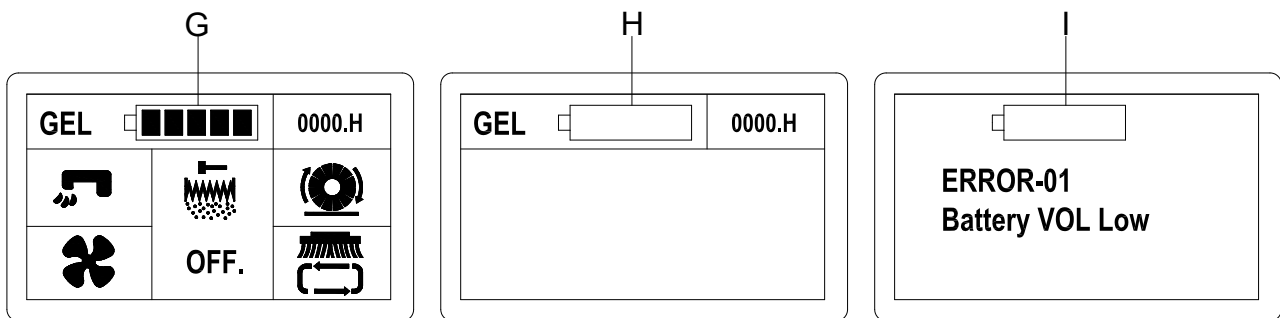

Figure 8
1. Lorsque l'icône de la batterie affiche que la batterie est pleine (G, figure 8), les batteries sont entièrement chargées.
2. Lorsque l'icône de la batterie affiche que le niveau de la batterie est faible (H, figure 8), les batteries doivent être chargées. Plusieurs secondes après l'affichage du niveau bas de la batterie, les moteurs de la brosse principale/brosse latérale/aspirateur/pompe/secoueur du filtre sont automatiquement désactivés, tandis que le système d'entraînement reste activé. Conduire la machine jusqu'à la zone de charge désignée afin de la charger immédiatement.
3. Lorsque la tension de la batterie est très faible, un avertissement d'erreur « Battery VOL Low » (Tension de la batterie faible) (I, figure 8) clignote sur l'écran. Les moteurs de la brosse principale/de la brosse latérale/de l'aspirateur/de la pompe/du secoueur du filtre sont automatiquement désactivés et le système d'entraînement est également désactivé afin de protéger les batteries.